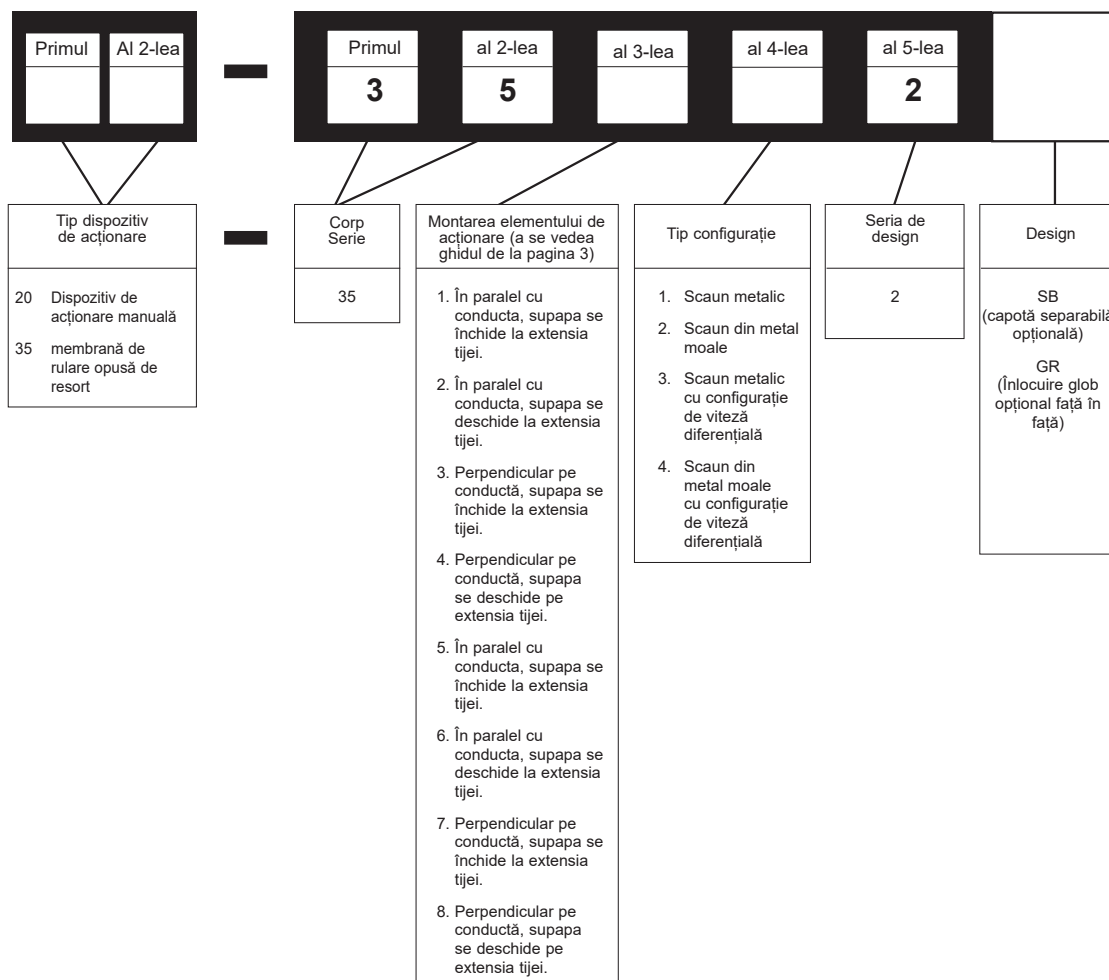

Figura 1
Aceste instrucțiuni de instalare și întreținere se aplică dimensiunilor 1" până la 12" (dimensiunile DN 25 până la 300), toate caracteristicile nominale disponibile și elementele de acționare pneumatice. Numărul modelului, dimensiunea și capacitatea nominală a supapei sunt indicate pe plăcuța cu numărul de serie. Consultați Figura 1 pentru identificarea modelului de supapă.
- Comparați numărul modelului de pe plăcuța cu numărul de serie (56) cu sistemul de numerotare descris în Figura 1 pentru a determina modul supapei.